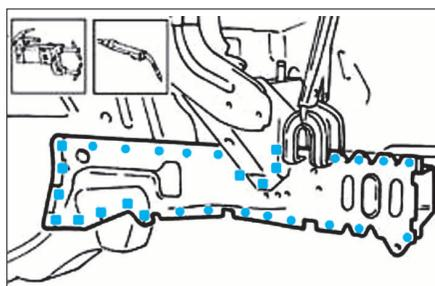
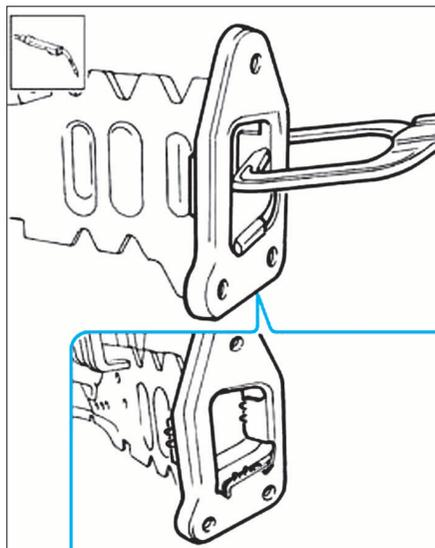

FIG. 11
FIG. 12
• Souder la tôle de fermeture du longeron (Fig.11), puis souder la flasque d'ancrage (Fig.12).